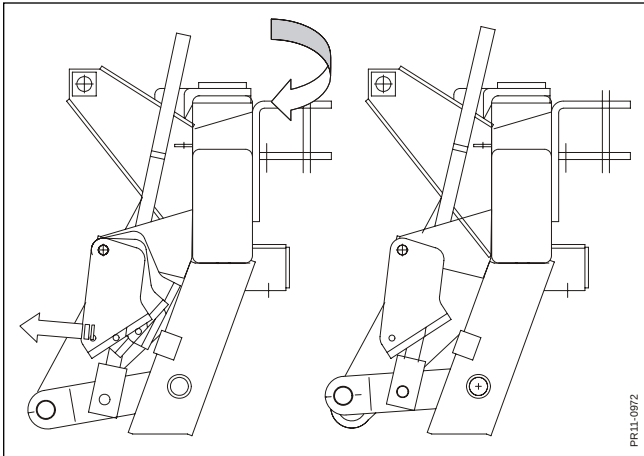

Fig. 3-11
- 4) Wenn man den Toprahmen während Transport stabilisieren möchte, kann die Parksperre aktiviert werden und gleichzeitig kann der Toprahmen waagrecht gehoben werden (se fig. 3-11).
- Fig. 3-11